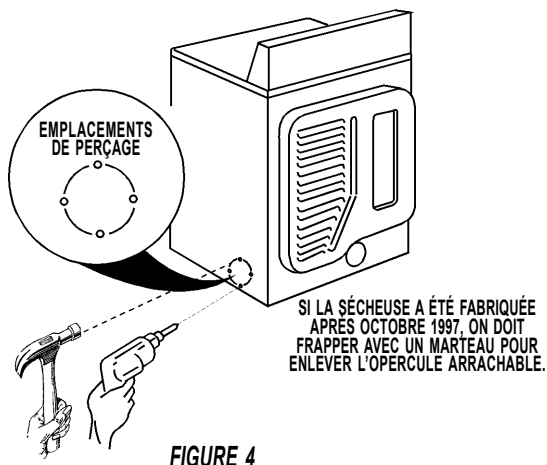

FIGURE 4
- Enlever l'opercule arrachable de l'orifice à utiliser sur le côté gauche ou le côté droit de l'appareil : percer quatre (4) trous de 1/4 po aux emplacements marqués. Voir la Figure 4.